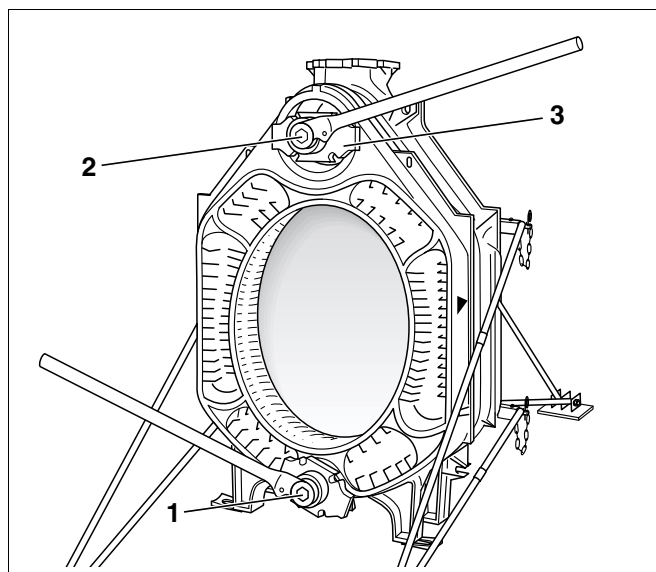

Fig. 19 Anvendelse af kedelsamleværktøj
Anvend kedelsamleværktøj i størrelse 2.2 eller 2.3 (fig. 4 eller fig. 5 og fig. 19, **pos. 1** og **2**).
- Skub trykflangen (fig. 19, **pos. 3**) med spændemøtrik på spindlerne (fig. 4, side 14 og fig. 5, side 14, **pos. 4**).